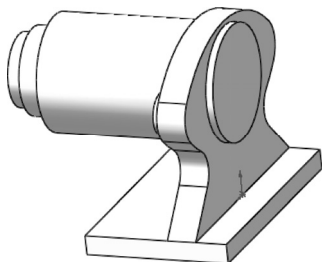

图 13-121 拉伸实体 1
**03** 拉伸实体。选择菜单栏中的“插入”→“凸台/基体”→“拉伸”命令，或者单击“特征”控制面板中的“拉伸凸台/基体”按钮，此时系统弹出图 13-120 所示的“凸台-拉伸”属性管理器。设置终止条件为“给定深度”，输入拉伸距离为 8.00mm，然后单击属性管理器中的“确定”按钮，结果如图 13-121 所示。